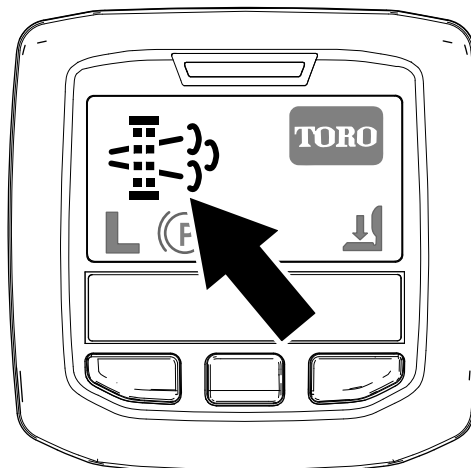

Figura 26
- Nell'InfoCenter viene visualizzata l'icona di richiesta rigenerazione parcheggiata (Figura 26).